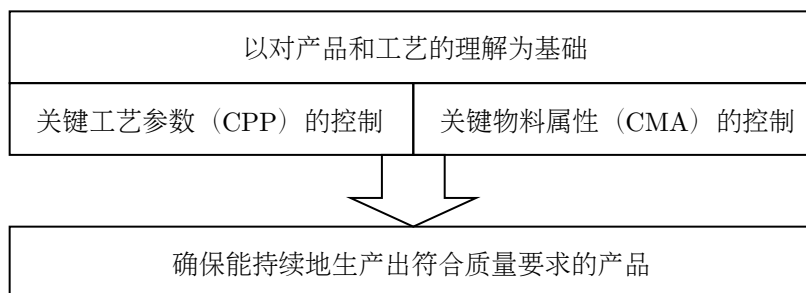

Figure 1: 控制策略的定义
**控制策略 (Control Strategy)**3: 根据当前对产品和工艺的了解, 为确保工艺性能和产品质量而计划进行的一系列控制。这些控制可包括与原料药及制剂的材料和组分相关的参数和属性、设施和设备运行条件、过程控制、成品质量标准以及相关的监测和控制方法与频率。归结起来, 也就是关键工艺参数 (CPP, Critical Process Parameter) 和关键材料属性 (CMA, Critical Material Attribute) 的控制, 如图1所示。